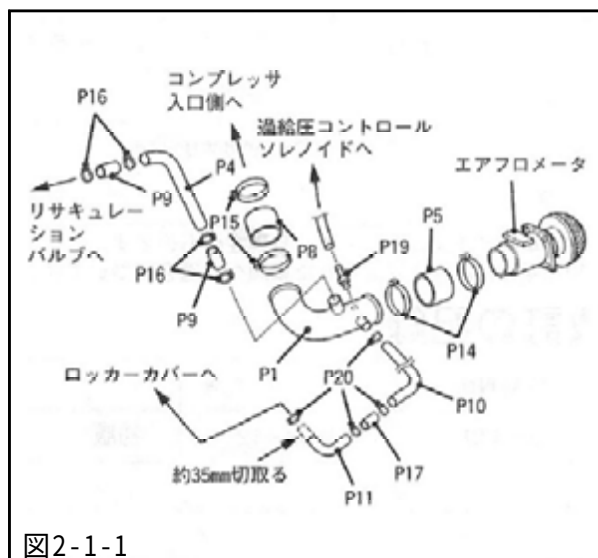

図2-1-1
- (1) サクションパイプをコンプレッサ入口側へ取付けてください。(図2-1-1)
- (2) パワーフローReloaded(コード№70019-AN027)及びエアフロメータを取付けてください。
その際、パワーフローReloaded内の取付けステーは使用しません。(図2-1-1, 図2-1-2)
- (3) リサキュレーションバルブとサクションパイプを接続してください。(図2-1-1)
- (4) ホースニップルφ4をサクションパイプに取付け、過給圧コントロールソレノイドの配管を接続してください。(図2-1-1)
- (5) 耐油ホースφ16 90° 曲げを約35mm切取ってください。(図2-1-1)
- (6) 2-1. (5) で切取った耐油ホースφ16 90° に、1. (4) で取外したオリフィスを取付けてください。
- (7) サクションパイプとロッカーカバーを接続してください。(図2-1-1)
- (2-1. (5) で約35mm切取ったもの)